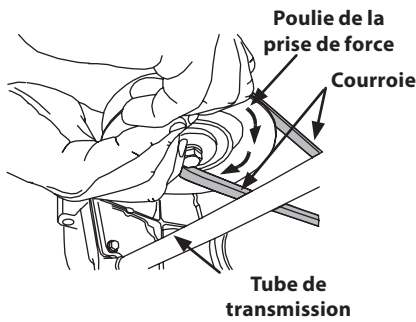

Figure 4-18
- d. Maintenez la courroie vers le bas et continuez de tourner la poulie de la prise de force jusqu'à ce que la courroie soit complètement dégagée de la poulie. Voir Figure 4-18.
11. Tirez sur le côté droit de la courroie et placez le côté plus étroit en forme de « V » de la courroie dans la poulie de la prise de force. Voir Figure 4-18.
12. Tenez la courroie et la poulie, puis faites pivoter la poulie vers la gauche. Voir Figure 4-18. Continuez à tenir et à faire pivoter la poulie et la courroie jusqu'à ce que la courroie soit complètement enroulée autour de la poulie de la prise de force.